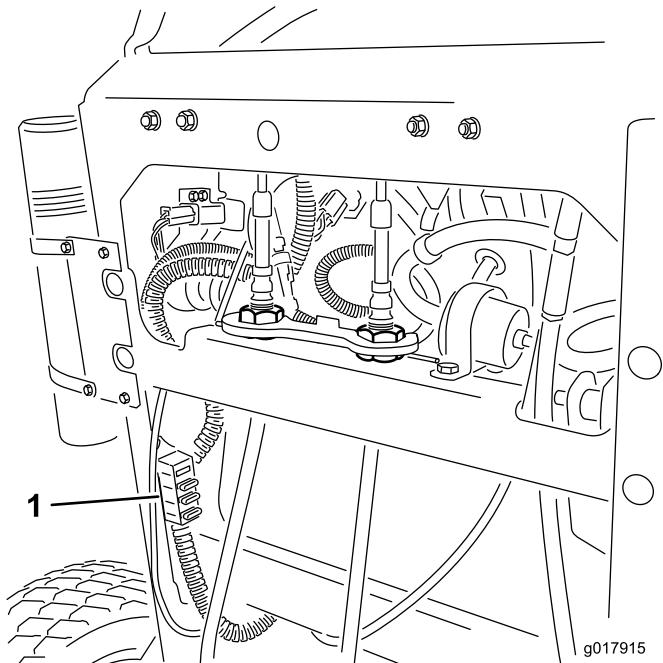

Figure 55
2. Tirez le fusible pour le sortir ou le remplacer (Figure 55).
Remarque: Veillez à utiliser un fusible du bon calibre Figure 55.